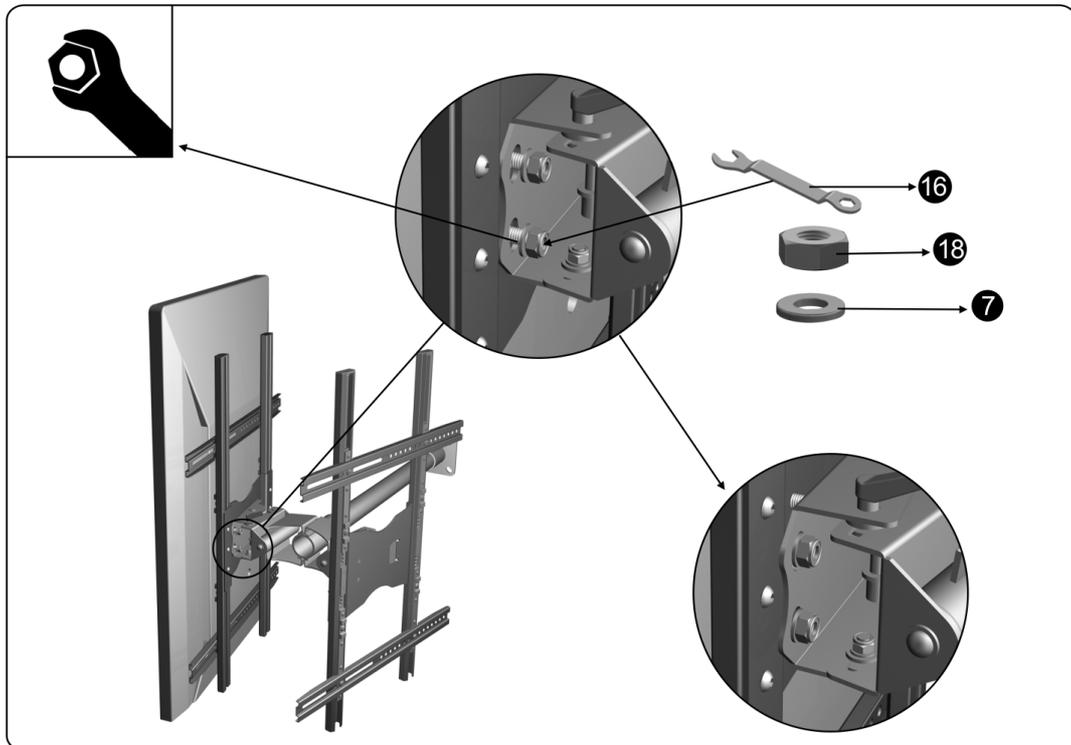

图 5-3
- 用扳手将 M8 六角螺母，连同垫片一起锁紧（如图 5-3）。